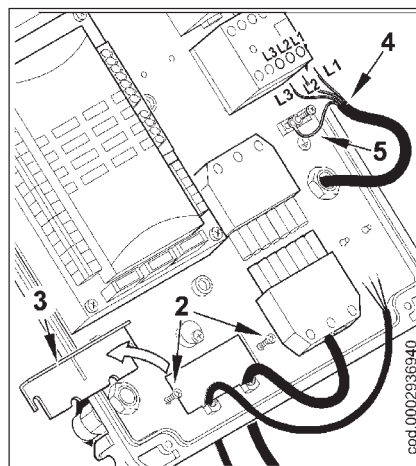

图 2
- 2) 拧开螺丝（2），然后取下压板（3），将7孔插头和调节控制电缆从孔中间穿过（图2）。将电源（4）与接触器连接，固定接地电缆（5），锁紧相应的线缆固定头。